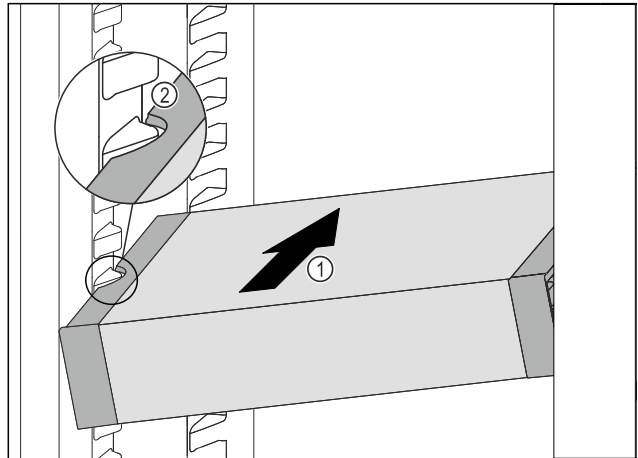

Fig. 190
- VarioSafe schräg in das Kühlteil einschieben Fig. 190 (1), bis sich die seitlichen Aussparungen Fig. 190 (2) des VarioSafes auf Höhe der Behälterrippe im Kühlteil befinden.